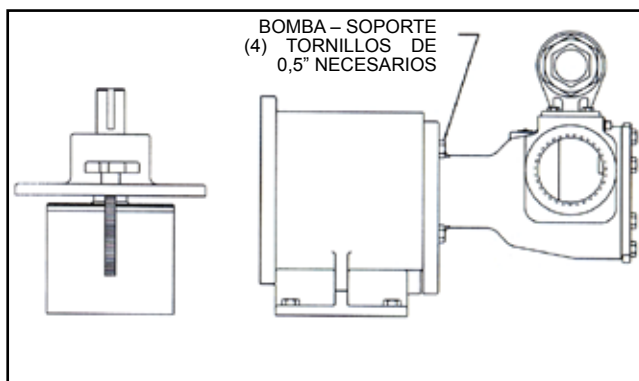

FIGURA 38
3. Sostenga la bomba desde arriba y sujete el soporte del acoplamiento para evitar que golpee mientras se une la bomba. Utilice la canastilla como guía y deslice la bomba hacia arriba hasta el soporte del acoplamiento a través de la abertura pequeña. Sujete con los cuatro tornillos de 0,5". Ver Figura 38.